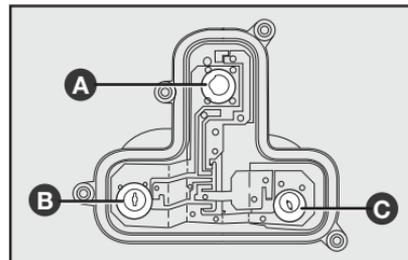

fig. 45
4) quite las lámparas empujándolas levemente y girándolas hacia la derecha **fig. 45**.
- **A-fig. 45** para las luces de los frenos (stop);
- **C-fig. 45** para las luces de giro;
- **B-fig. 45** para las luces de marcha atrás;
- **A-fig. 45** para las luces de posición.